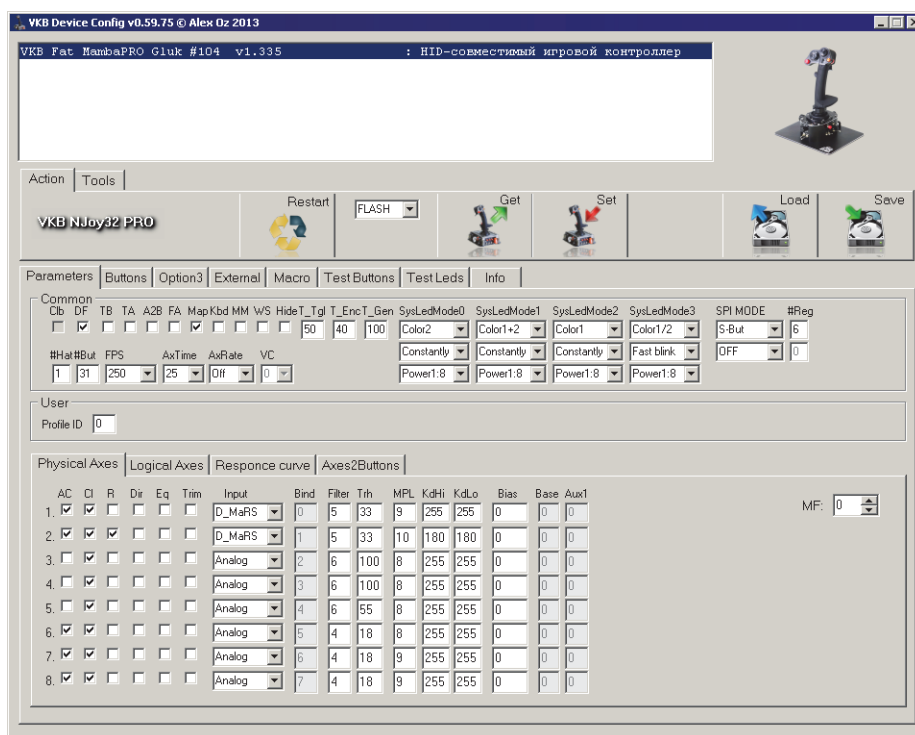

Рис. 2.7.
- Введите в поле **#Reg** значение, равное 6 (рис. 2.7).